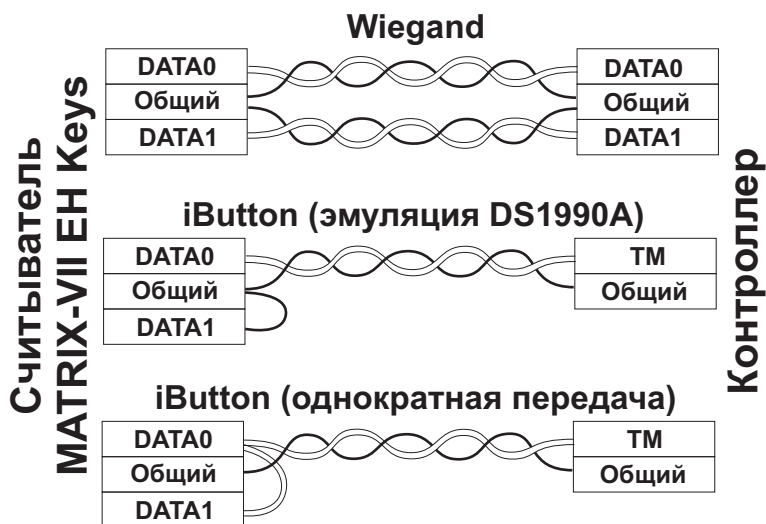

Рис.2 Выбор протокола передачи
- при подключении по Wiegand-26 первая витая пара подключается между GND и DATA0, а вторая витая пара подключается между GND и DATA1 (Рис.2).